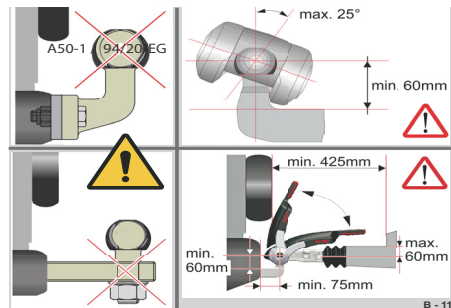

Abb. 15 Voraussetzungen / Mindestabmessungen
- Für den Einsatz einer Sicherheitskupplung sind Voraussetzungen an die Kugelkopfkupplung ihres PKWs einzuhalten (Abb. 15)